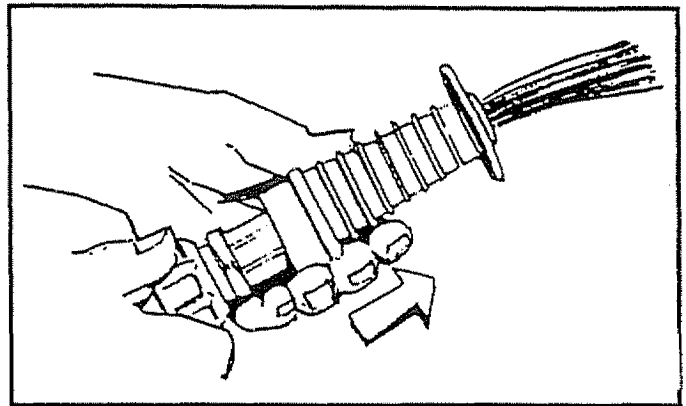

FIG. 19
- Deslice hacia adelante la boquilla ajustable (Fig. 19), al modo de baja presión. El detergente no puede aplicarse con la boquilla en posición de alta presión.